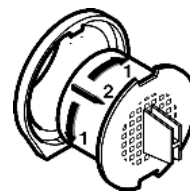

Fig. 24
- ▶ Поверните фильтр с активированным углем на 90° вправо или влево Fig. 24 (1).
- ▶ Извлеките Fig. 24 (2) фильтр с активированным углем.
- ▶ Поверните новый фильтр с активированным углем на 90° вправо или влево Fig. 24 (1) до защелкивания фиксатора.